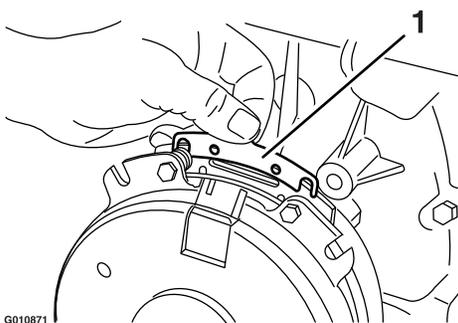

Figura 84
- B. Usando un alicate de punta fina, o a mano, sujete la pestaña y retire el suplemento (Figura 84).
Retire cualquier acumulación de hierba, suciedad u otros residuos de la rejilla del motor. Esto ayuda a asegurar una refrigeración adecuada y una velocidad de motor correcta, y reduce la posibilidad de sobrecalentamiento y daños mecánicos al motor (Figura 84).